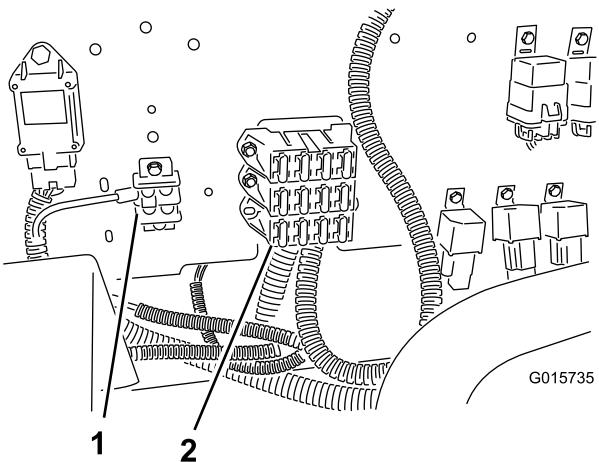

図 17
- 車両についているヒューズブロックを探し出し、このヒューズブロックの底部に、ワイヤハーネスからきている新しいヒューズブロックを固定する (図 17)。
4. ワイヤハーネスについているアース用端子をアース用端子ブロックに接続する(図17)。